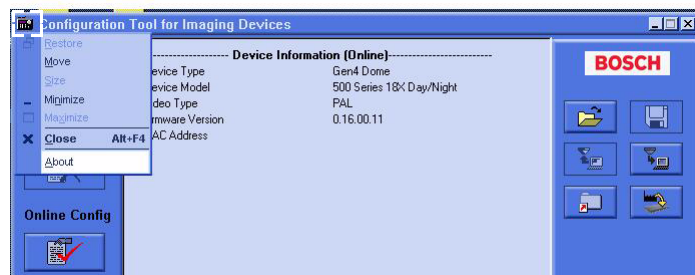

Figura 7.3 Accesso alla versione
1. Per visualizzare la versione del software CTFID, premere l'icona in alto a sinistra all'interno dell'applicazione CTFID (vedere la Figura 7.3).